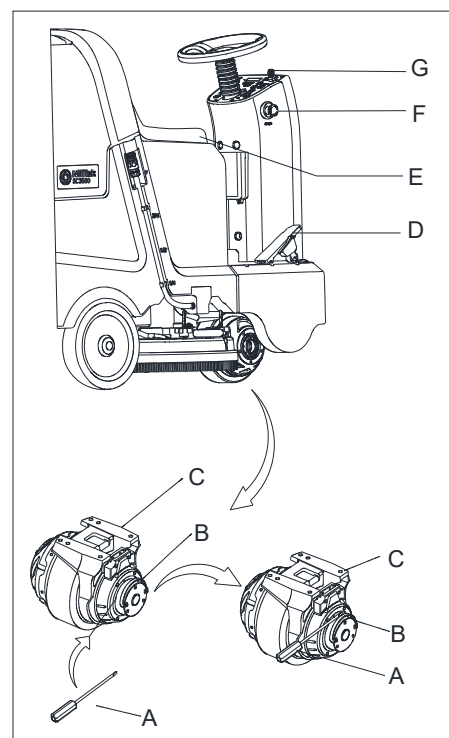

Figura 6
1. Ruotare l'interruttore chiave (G, Figura 6) su "ON"
2. Premere il pedale di accelerazione (D, Figura 6) leggermente quindi allentarlo per verificare se la macchina può essere manovrata in avanti e fermata.
3. Per accertarne la sicurezza, confermare se la macchina può essere fermata immediatamente premendo il tasto di emergenza (F, Figura 6). Ruotare il tasto di emergenza per resettare.
In alcuni casi particolari, come imballaggio/disimballaggio della macchina, guasto della macchina, ecc., è necessario spostare la macchina senza che il motore di azionamento funzioni; inserire un cacciavite (Figura 6, A) tra le scanalature (Figura 6) del freno di guida (Figura 6, B) e del motore (Figura 6, C); il freno della macchina viene rilasciato, la macchina può essere spostata, dopo il completamento; estrarre il cacciavite, altrimenti non si sarà in grado di avviare la macchina.